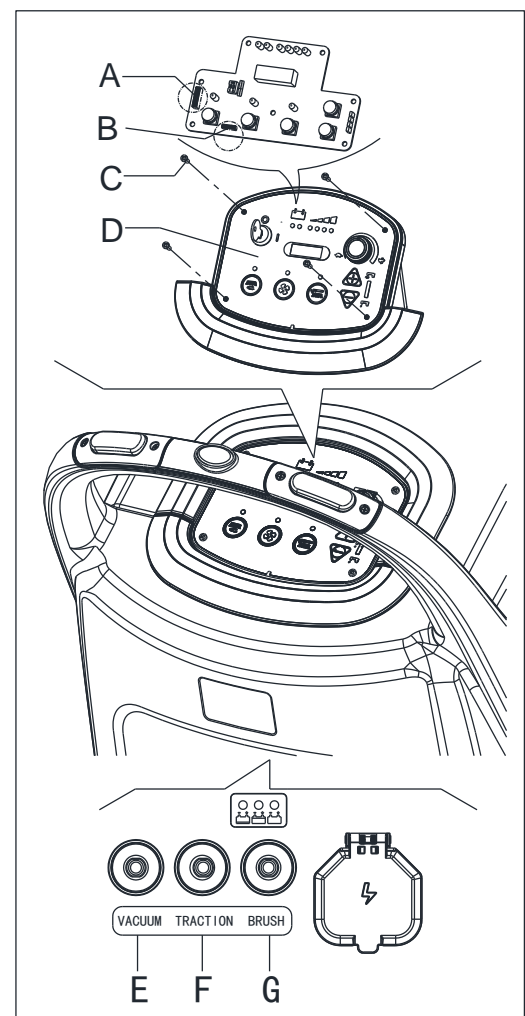

Figura 24
3. Retire los tornillos (C, Figura 24) en el panel de control (D), a continuación, dé la vuelta al Tablero del panel de control (PCB) para encontrar el fusible (A, B, Figura 24).